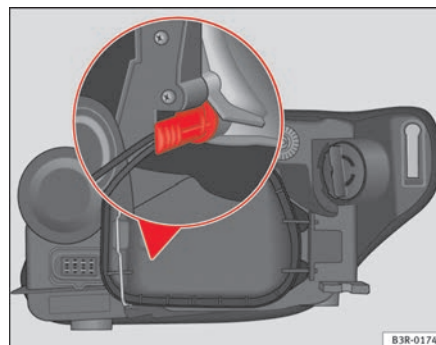

Fig. 198 Luci di posizione Impugnatura del portalamпада nella posizione verticale
- Inserire la lampadina nello zoccolo, in maniera tale che l'impugnatura del portalampada si trova in posizione verticale rispetto alla parete ⇒ pag. 266, fig. 198 e faccia pressione.